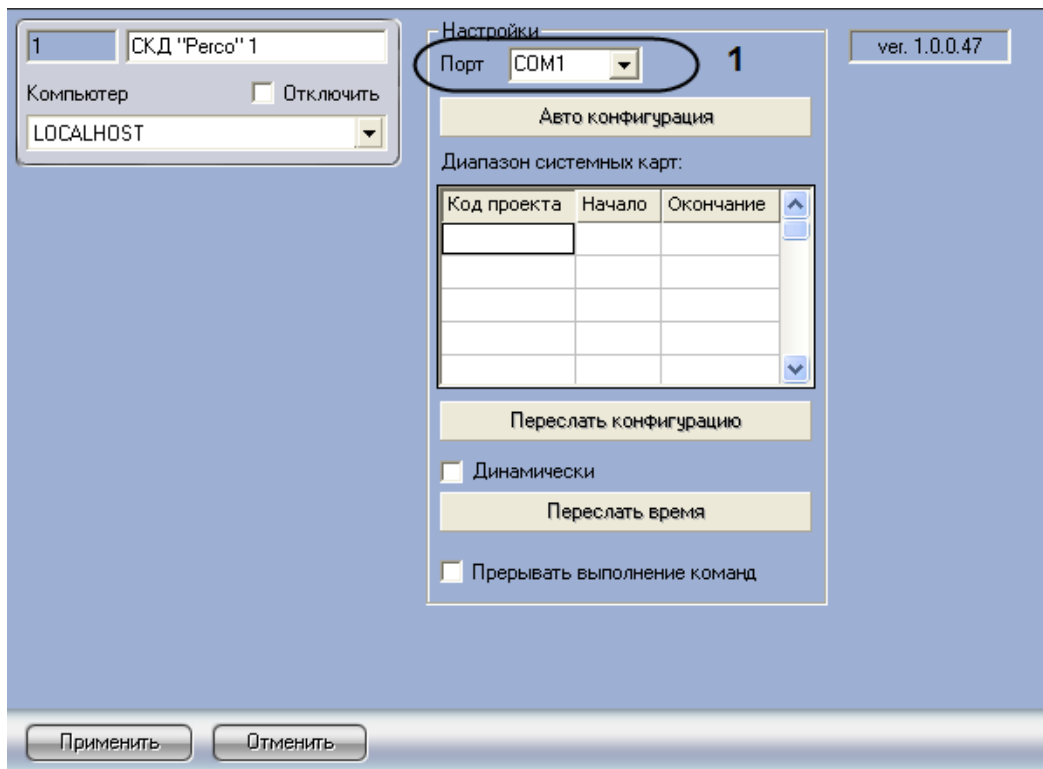

Рис. 3.2—2. Настройка подключения СКД Perco
2. Из раскрывающегося списка **Порт** выбрать COM-порт подключения группы контроллеров *СКД Perco* (см. Рис. 3.2—2, 1).